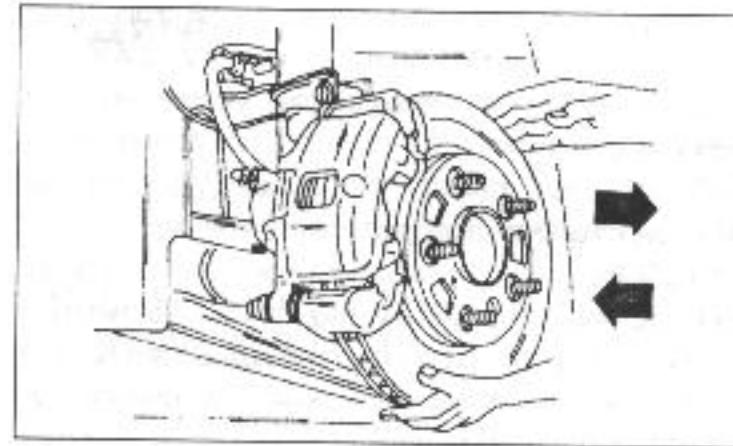

Рис. 14.
- Все детали подвески переднего колеса монтировать согласно описанию в соответствующем разделе. Особенное внимание обращать на то, что конец соединительной системы тяг и рычагов стабилизатора поперечной устойчивости должен выступать из верхней части гайки точно на 20,1 мм, как показано на рис. 14.